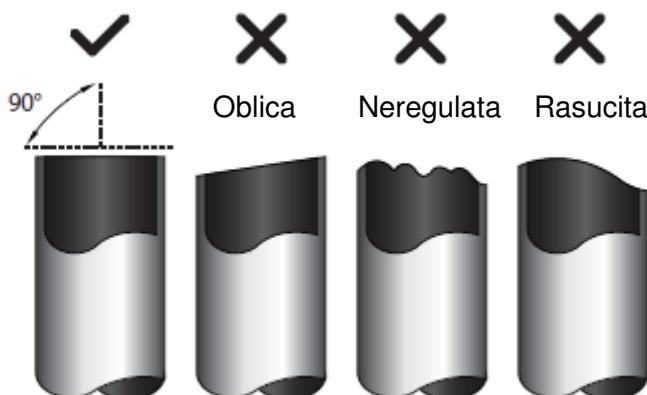

Fig. 7.4
9. Asigurati-v-a ca ati tata conducta la un unghi perfect de 90°. Consultati Fig. 7.4 pentru exemple de taieri gresite.